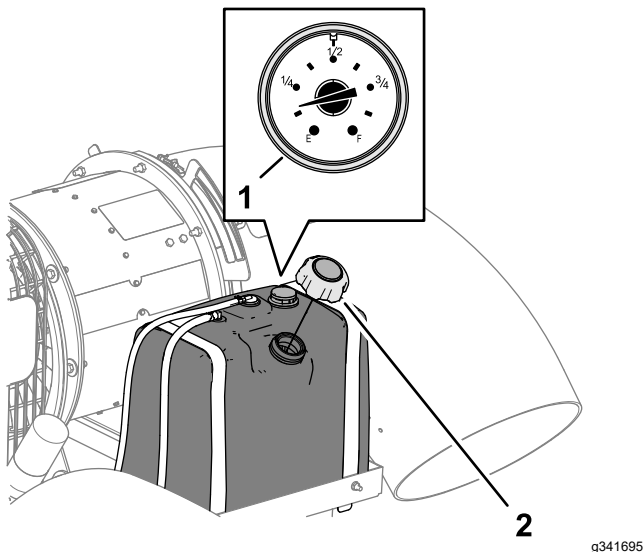

Figura 13
2. Limpie la zona alrededor del tapón del depósito y retire el tapón (Figura 13).
4. Instale firmemente el tapón del depósito de combustible (Figura 13).